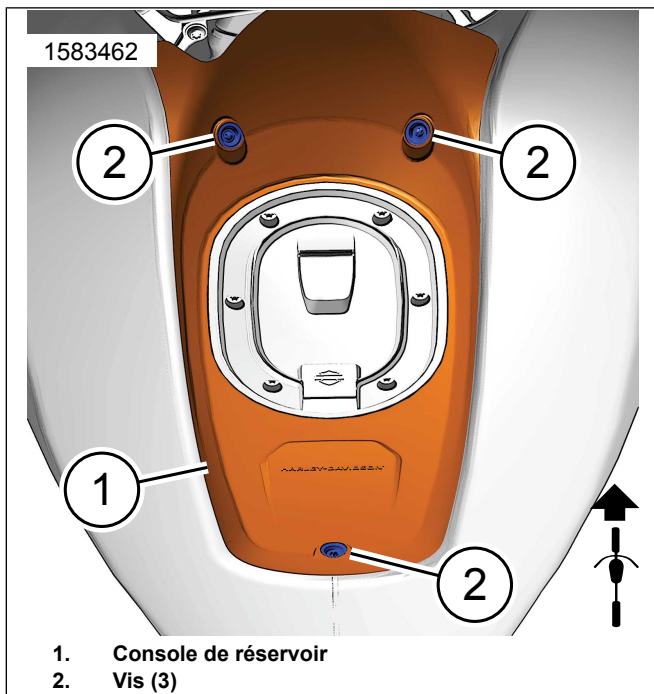
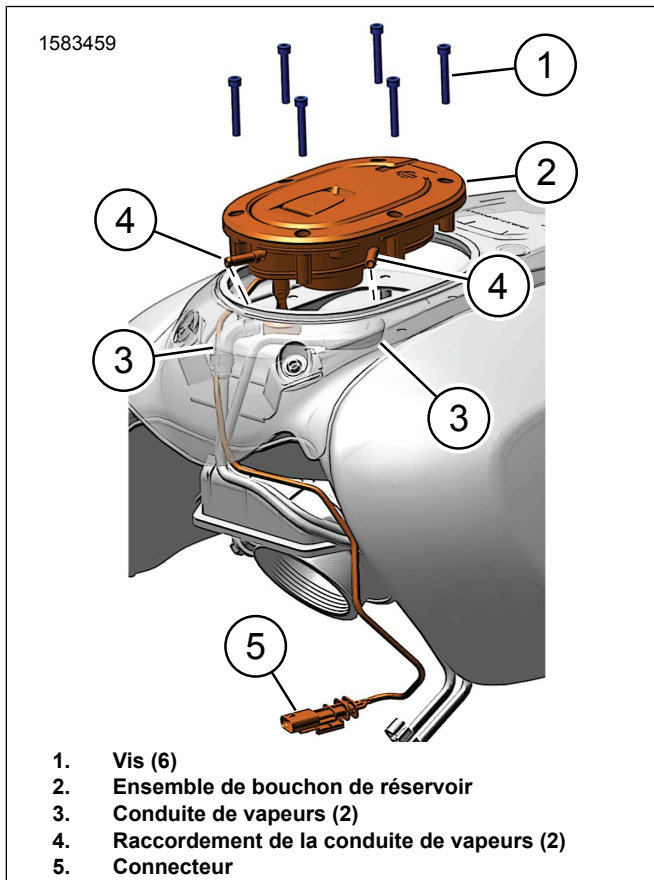

Figure 2. Console de réservoir
Figure 3. Retrait de l'ensemble de bouchon de réservoir
1. Voir la Figure 2. Retirer la console de réservoir (1).
- a. Retirez les vis (2).
2. Voir la Figure 3. Retirer le bouchon de réservoir actuel.
- b. Couper les sangles de câble qui fixent le connecteur (5) aux conduites de ventilation.
- c. Déconnecter le connecteur (5) du faisceau du véhicule.
- d. Déconnecter les conduites de vapeurs (3).
- e. Enlevez les vis (1). Conserver.
- Voir la Figure 3. Installer l'ensemble de bouchon de réservoir de carburant verrouillable ovale OE avec vis (1).
- Voir la Figure 3. Connecter les conduites de vapeurs (3).
- Voir la Figure 3. Connecter le connecteur (5) sur le faisceau du véhicule.
- Voir la Figure 2. Installer la console de réservoir.